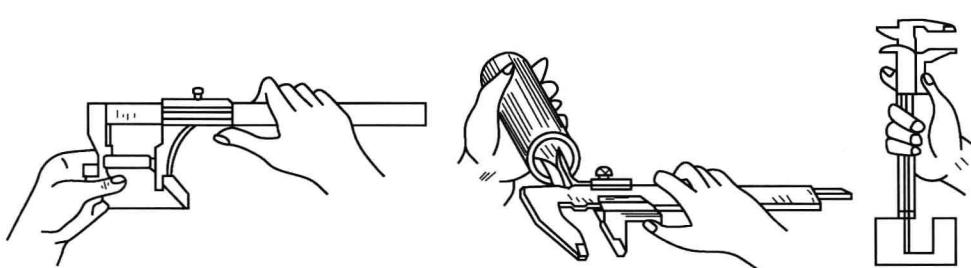

图 1-3 游标卡尺的使用方法
- (1) 测量前合拢两外测量爪，检查游标零线与尺身零线是否对齐。
- (2) 如图 1-3 所示，测量外尺寸时，先将尺框向右拉，使外测量爪张开得比被测尺寸稍大；测量内尺寸时，先把内测量爪张开得比被测尺寸稍小，然后轻轻推拉尺框，使测量爪轻轻接触被测表面。
- (3) 测量内尺寸时，可轻轻摆动卡尺，以便找出最大值，然后拧紧紧固螺钉，把尺框固定住读数，或取出卡尺再读数。
- (4) 测量时卡尺要放正，应在与零件轴线垂直的平面内进行测量。
- (5) 注意测量力，手感两测量爪与被测部位刚刚接触后再稍加点力即可读数。
- (6) 切忌将测量爪强行卡入零件。